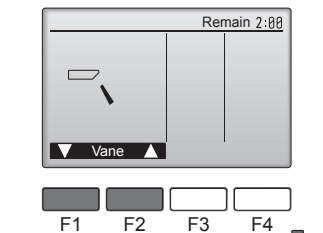

Fig. 8-4
- 2 Nacisnąć przycisk [WYBIERZ], aby wyświetlić ekran pracy żaluzji, a następnie nacisnąć przyciski [F1] i [F2], aby sprawdzić automatykę żaluzji. (Fig. 8-4)